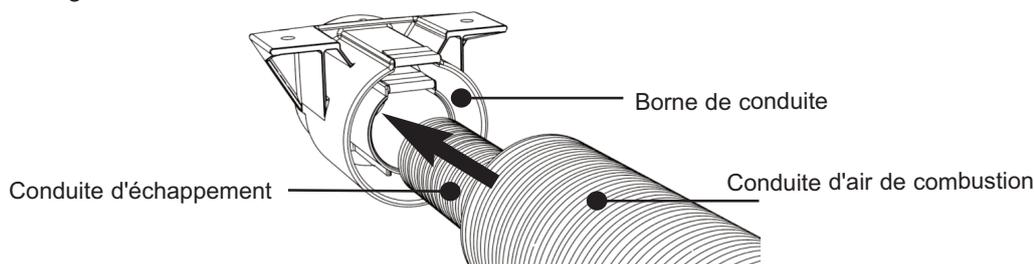

Fig. 15A Raccordement de la conduite à la borne de conduite
- iii. Enfoncez la conduite d'échappement dans l'arrière de la borne de conduite (installée dans le plancher du véhicule) le plus profondément possible, (environ 50 mm). La conduite **doit être** enfoncée au maximum. Veuillez voir les Fig. 15A, B et C.